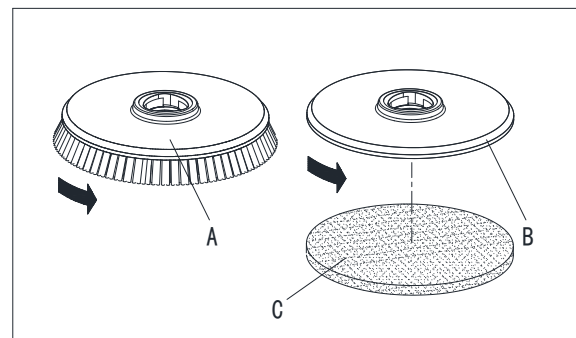

Figura 4
Instale el cepillo (A, Figura 4) o el porta-almohadillas (B y C, Figura 4) según el tipo de suelo a limpiar.
1. Inserte la llave de ignición (54) y gírela a la posición «O».
2. Levante la plataforma pisando el pedal (10).
3. Gire el regulador de velocidad (56), si lo hay, a la posición de inactivo, moviéndolo en el sentido anti-horario.
4. Coloque los cepillos (A, Figura. 4) en el porta-almohadillas (B) debajo de la plataforma (21).
5. Baje la plataforma en los portacepillos/porta-almohadillas pisando el pedal (10).
6. Gire la llave de ignición (54) a «I».
7. Presione el interruptor del portacepillos/porta-almohadillas y el sistema de aspiración (60).
8. Pulse uno de los cepillos/engranajes de marcha adelante (50) para enganchar el portacepillos/porta-almohadillas y a continuación libérela. Si es necesario, repita el procedimiento hasta que los portacepillos/porta-almohadillas estén enganchadas.